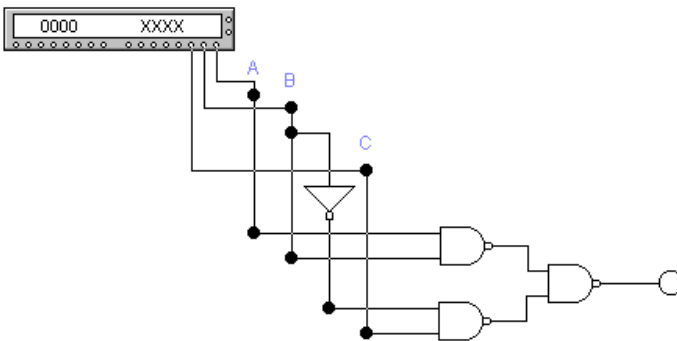

Рисунок 6.3 – Схема підключення генератора слів
- 4 До схеми підключити генератор слів (рис.6.3), запрограмований на формування 7 слів, відповідаючи числам від 0 до 7: 0=000; 1=001; 2=010; 3=011; 4=100; 5=101; 6=110; 7=111.